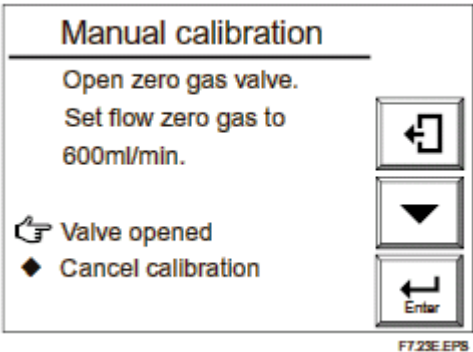
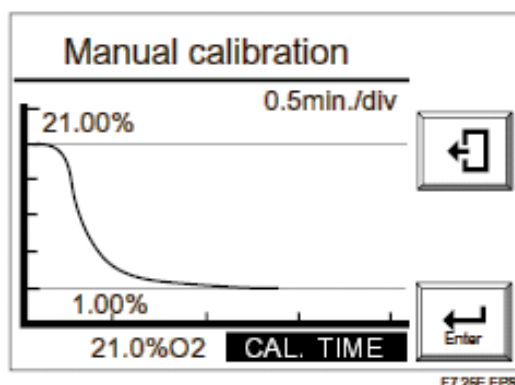

图 7.23 零点气流量显示（手动校正）
图 7.25 手动校正趋势曲线
- (7) 在图 7.23 所示的显示中按照说明打开零点气流通阀。这时，打开流量设定装置的零点气流通阀并调节阀门的流量达到 600ml/min±60ml/min。（通过松开锁紧螺母并缓慢反时针旋转阀轴调节阀门。使用校正气流量计检查流量）
- (8) 如图 7.23 所示, 如果选择 “Valve open”, 出现氧气浓度趋势曲线 (带正在测量的氧气浓度值) 如图 7.25 所示。在面板底部区域闪现 “CAL. TIME”。观察趋势曲线并等到测量值稳定在曲线上的零点气浓度值附近。这时, 校正气已执行完毕, 即使测量值在 21% 以上或以下时, 也没问题。